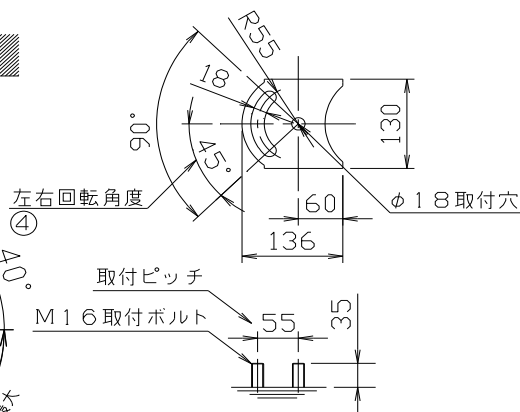

図5
- ① 図5の通り、取付脚をM16ボルト(2本)、ナット(2個)、または同等の強度を持つボルト(2本)、ナット(2個)にて水平な取付面に強固に取付けてください。